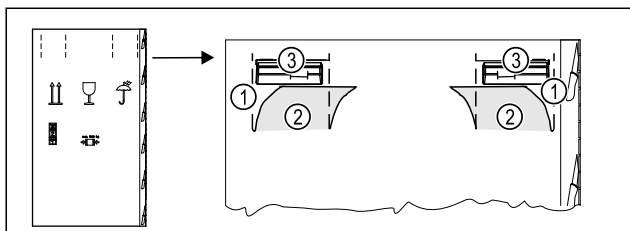

Fig. 5
- ▶ Utisnite kartonsku ambalažu na vrhu perforacije Fig. 5 (1).
- ▶ Izvucite utisnute spojnice Fig. 5 (2).
- ▶ Ručka za nošenje Fig. 5 (3) s desne i lijeve strane je vidljiva.
- ▶ Držite uređaj za ručke za nošenje Fig. 5 (3).